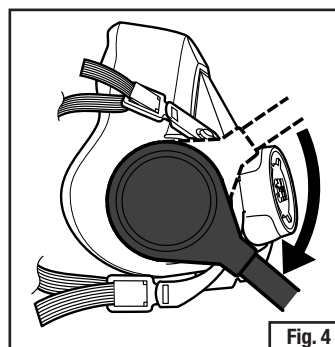

Fig. 4
2. Gire cada parte da traquéia um quarto de volta no sentido horário até que fique firmemente assentado na baioneta e não possa ser girado mais. Não force para que a baioneta não se danifique (Figs. 4 e 5).